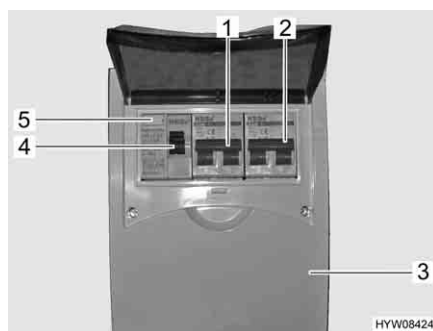

Fig. 93 Scatola dei fusibili a 230 V con interruttore di sicurezza e interruttore automatico FI
Un interruttore di sicurezza per correnti di guasto (interruttore automatico FI) (Fig. 93,5) nella scatola dei fusibili (Fig. 93,3) protegge l'intero veicolo da correnti di guasto (0,03 A).
L'interruttore di sicurezza collegato in serie (10 A) (Fig. 93,1) protegge le prese da 230 V, la centralina elettrica, il caricabatteria supplementare e il frigorifero.
Per veicoli con accessori opzionali, p. es. il riscaldamento ad aria calda con riscaldatore elettrico a immersione o l'impianto di climatizzazione a tetto, un ulteriore interruttore di sicurezza (16 A) (Fig. 93,2) protegge l'apparecchio.
- Se il veicolo è collegato all'alimentazione a 230 V, premere il tasto di controllo (Fig. 93,4). L'interruttore di sicurezza per correnti di guasto (FI) deve scattare.